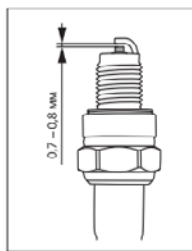

Рис. 5
4. Выверните свечу с помощью шестигранного ключа, входящего в комплект поставки. Электроды свечи должны иметь светло-коричневый цвет (рис. 5).
При необходимости установите зазор 0,7-0,8 мм (рис. 5).